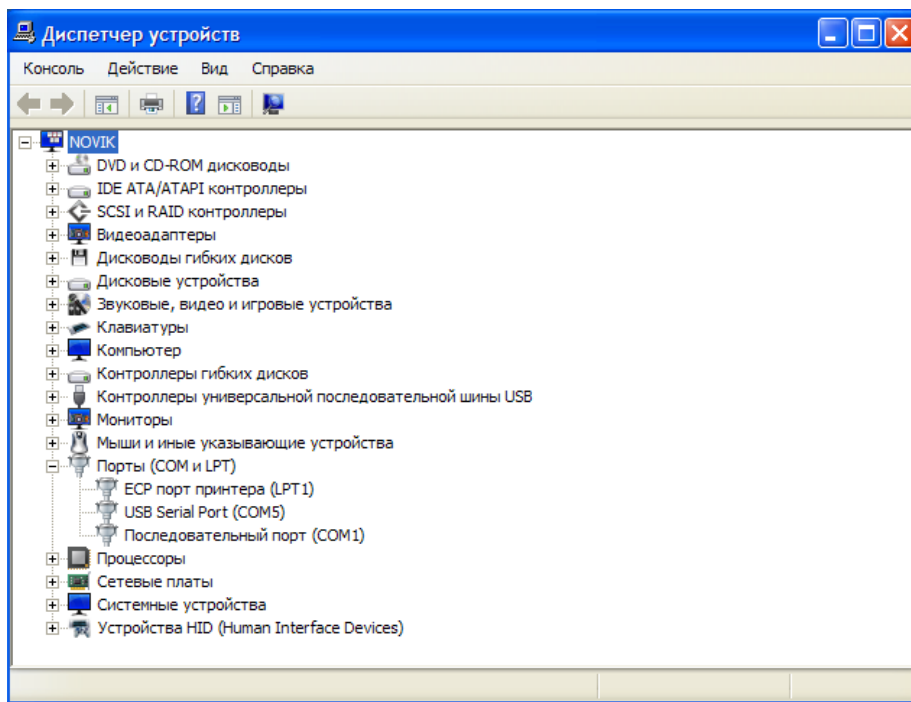

Рис. 1
- 3.1.3 Откройте Диспетчер устройств. В списке должно появиться новое устройство - USB Serial Port (рис. 1). Запомните номер порта (в данном случае порт имеет 5 номер).